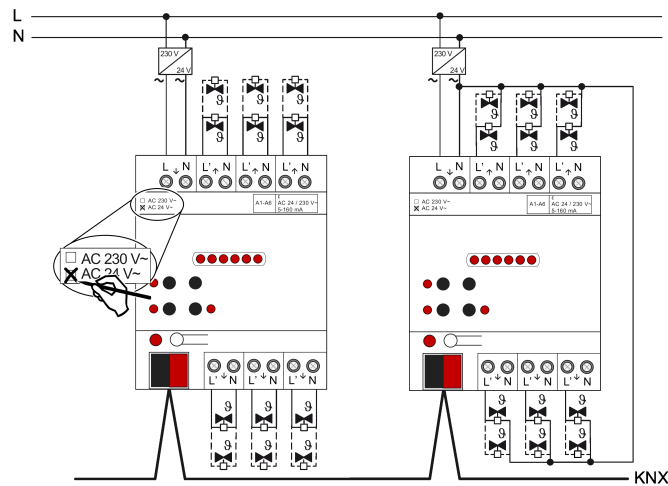

Figura 4: Collegamento per azionamenti AC 24 V
- Collegare i sistemi di attuazione AC 24 V secondo lo schema elettrico degli allacciamenti (Vedi figura 4). È possibile collegare gli azionamenti singolarmente e direttamente ai morsetti delle uscite dell'attuatore di riscaldamento (esempio di collegamento a sinistra), o in alternativa mediante un conduttore comune (esempio di collegamento a destra).